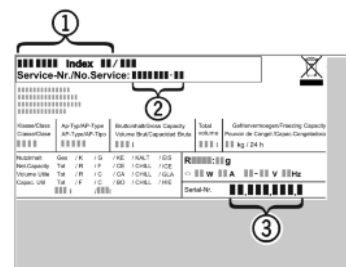

Fig. 12
- ▶ Laitteen nimitys Fig. 12 (1), service-n:o Fig. 12 (2) ja sarja-n:o Fig. 12 (3) löytyvät tyypikilvestä Tyypikilpi sijaitsee vasemmalla sisäpuolella.
- ▶ Ilmoita asiakaspalveluun vika, laitteen nimi Fig. 12 (1), service-n:o Fig. 12 (2) ja sarja-n:o Fig. 12 (3).